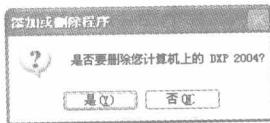

图 1-9 是否卸载 Protel 2004
(2) 单击 **删除** 按钮进入如图 1-9 所示对话框，询问“是否要删除您计算机上的 DXP 2004？”。